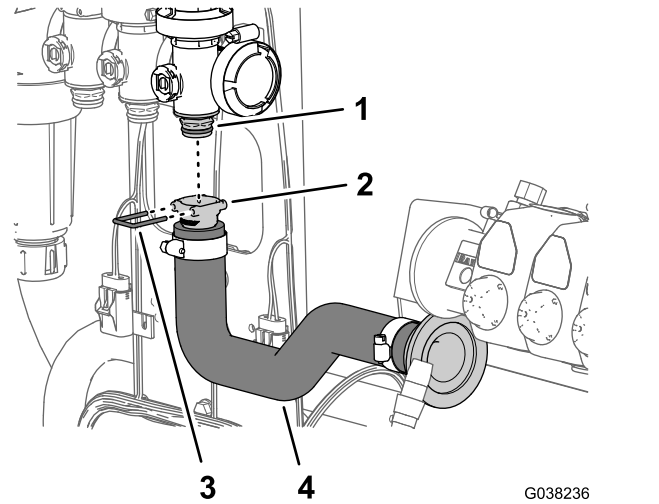

Figure 54
- Fixez le raccord de flexible au raccord de vanne à l'aide de l'étrier (Figure 54) fourni avec le flexible de débitmètre.